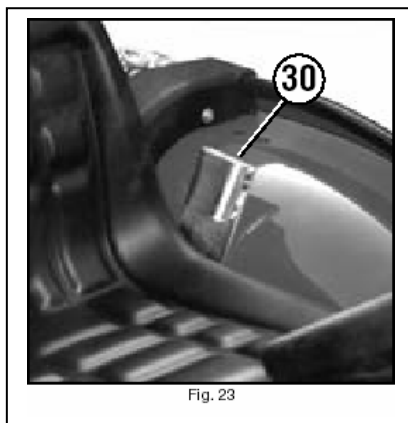

Fig. 23
**30 – Vognbremseholder** (fig. 23).